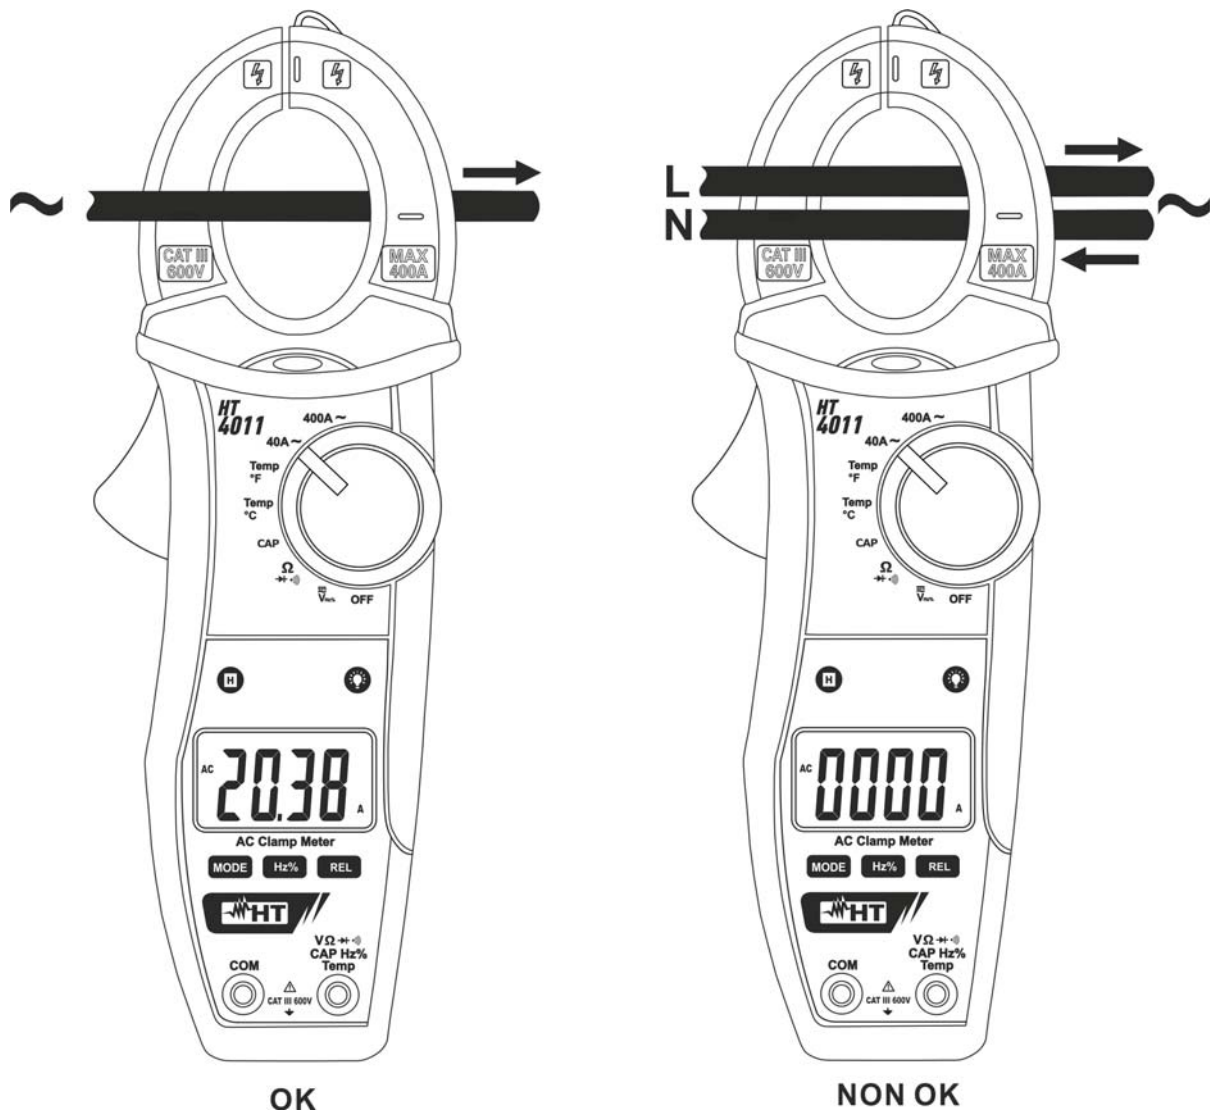

Fig. 10: Uso della pinza per misure di corrente AC
2. Inserire il cavo all'interno del toroide al centro dello stesso al fine di ottenere misure accurate (vedere Fig. 10 – parte sinistra). Il valore della corrente AC, è visualizzato a display